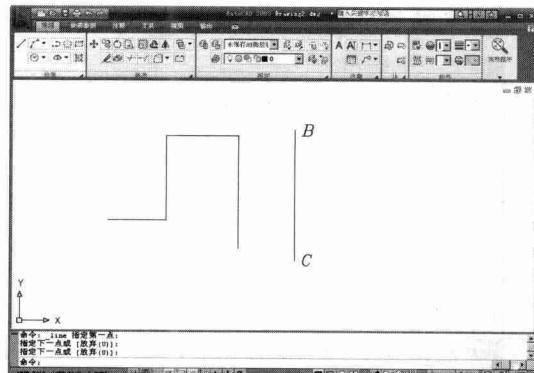

图1-5 绘制线段 BC
5. 按 Enter 键重复画线命令, 绘制线段 BC, 如图 1-5 所示。